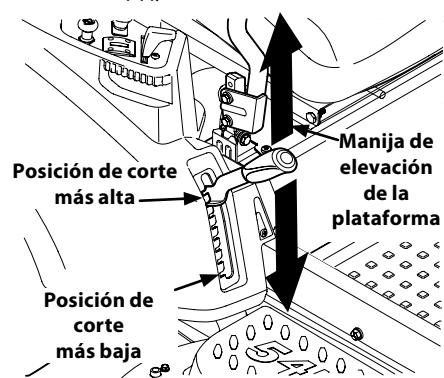

Figura 4-14
- Usando la manija de elevación de la plataforma, levante la plataforma a la posición que le ofrece mayor recorrido horizontal de la correa entre las poleas locales de la plataforma y la polea de la PTO en la base del motor. Consulte la Figura 4-14.
- Baje la plataforma hasta la posición de corte más baja usando la manija de elevación de la plataforma. Consulte la Figura 4-14.
- e. Baje la plataforma hasta la posición de corte más baja usando la manija de elevación de la plataforma. Consulte la Figura 4-14.
11. Ubique la manija de elevación de la plataforma en la posición de corte más elevada y deslice la plataforma hacia afuera desde abajo del tractor. Consulte la Figura 4-14.
- Ubique la manija de elevación de la plataforma en la posición de corte más elevada. Vea la Figura 4-14.
- .Figura 4-14.Deslice la plataforma debajo del tractor del lado derecho del mismo, alineando las ménsulas de suspensión de la plataforma y los brazos de elevación de la plataforma.